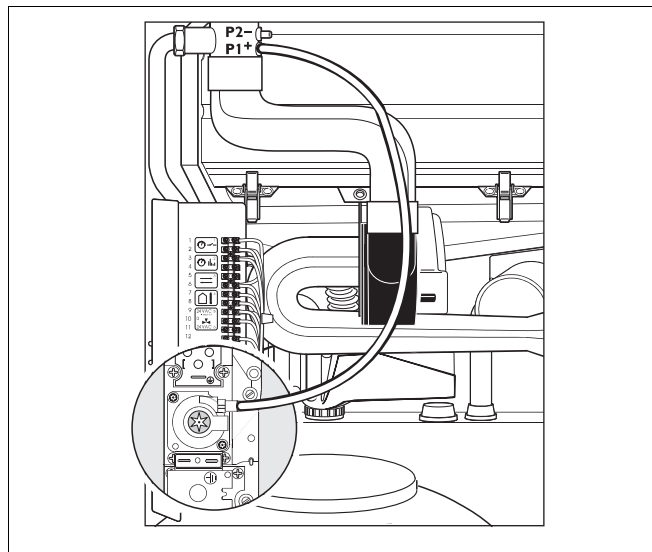
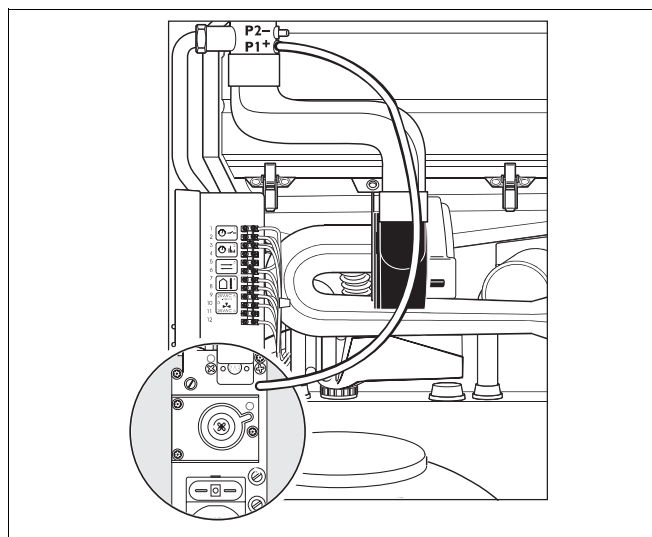
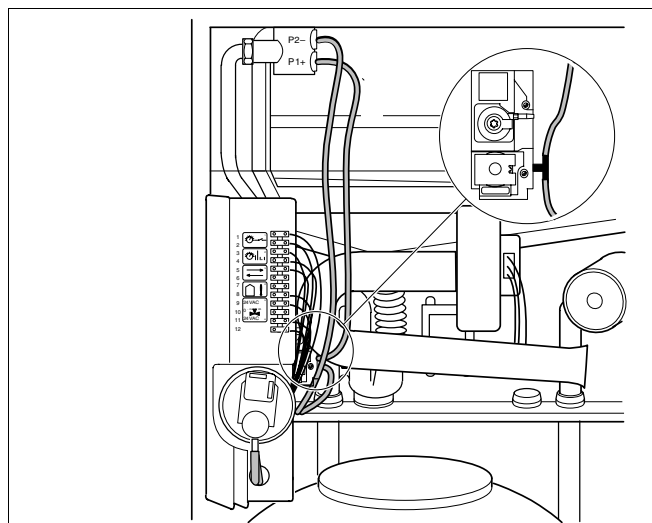

Abb. 43 Schlauchverbindung zwischen Gas-/Luft-Düse und Gasarmatur prüfen (Honeywell)
Abb. 44 Schlauchverbindung zwischen Gas-/Luft-Düse und Gasarmatur prüfen (SIT)
Abb. 45 Schlauchverbindung zwischen Gas-/Luft-Düse und Gasarmatur prüfen
- Schlauchverbindung auf festen Sitz und Schlauch auf Beschädigung und Verstopfung prüfen, siehe Abb. 43 (Honeywell Gasarmatur) oder Abb. 44 (SIT Gasarmatur) oder Abb. 45, falls ein Differenzdruckschalter montiert ist.
- Schlauchverbindungen (Abb. 45):